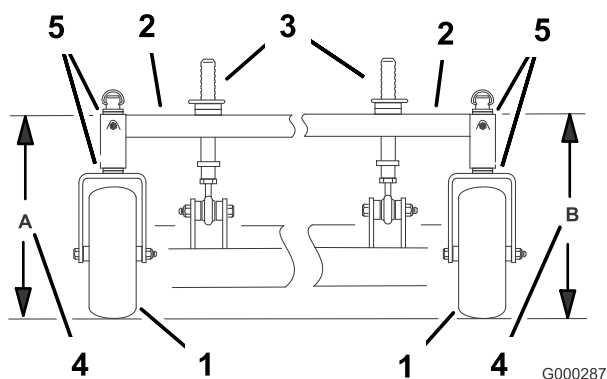

Figura 55
- Misurate l'altezza del telaio portante al punto **A** (Figura 55).
- Misurate l'altezza del telaio portante al punto **B** (Figura 55).